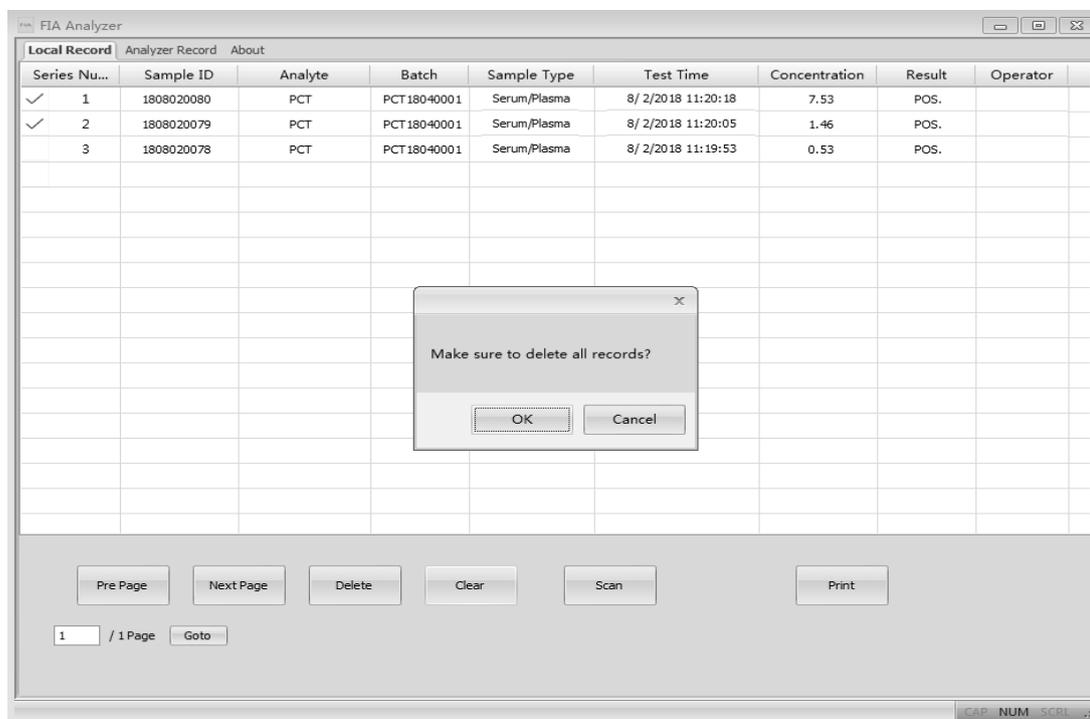

Fig 42
- **“Clear”**: Haga clic en “Clear” para borrar todos los registros del sistema. (Ref Fig 42). Puede obtener una indicación para confirmar la operación. Una vez que haga clic en “OK”, todos los datos se borrarán.